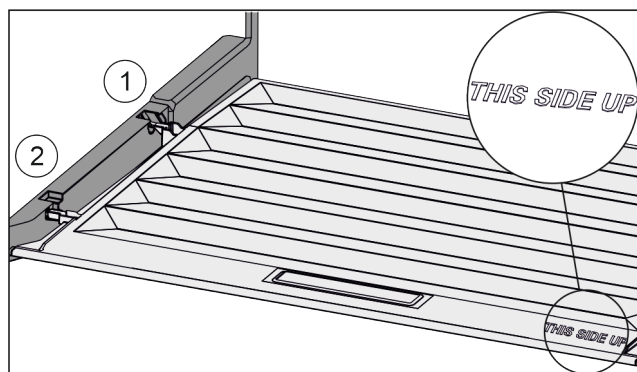

Fig. 83
- ▶ Inserire le nervature del coperchio attraverso l'apertura del supporto posteriore Fig. 83 (1) e innestare anteriormente nel supporto Fig. 83 (2).